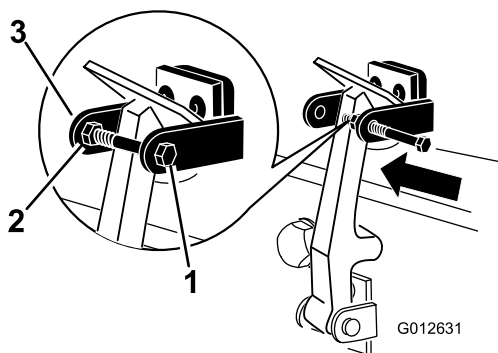

**Figura 7**
8. Montai urubul la celălalt bra al suportului clichetului capotei pentru a bloca clichetul în poziție (Figura 7). Strângei urubul, dar nu strângei piulița.